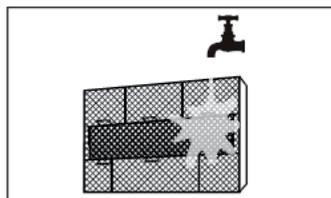

fig. 18 -
5. Spălați filtrele principale cu apă sau curățați-le cu un aspirator "fig. 18 -". Lăsați filtrele să se usuce complet fără expunerea la soare direct.